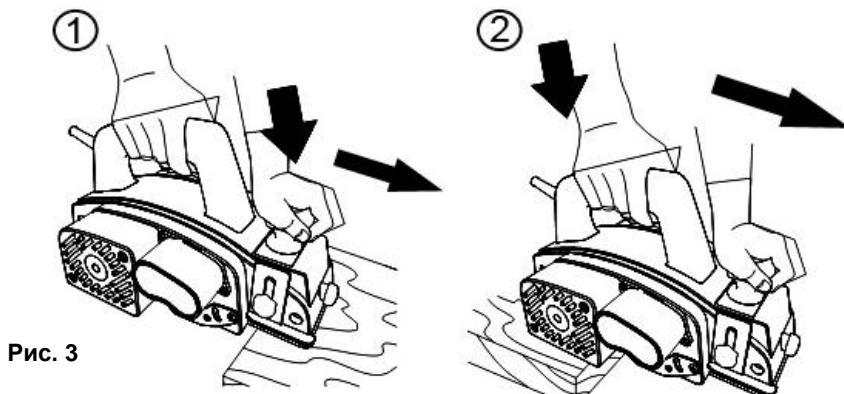

Рис. 3
- Медленно и равномерно перемещайте рубанок вперед. При начале строгания приложите давление на переднюю часть рубанка, при окончании – на заднюю часть (См. Рис.3).